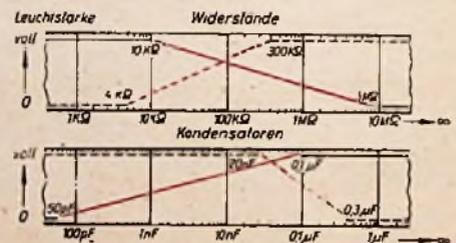

Abb. 3
3. Prüfung auf Kurzschluß bei Widerständen. Die Glühlampe wird durch Einschalten des Schalters S zum Leuchten gebracht, die Prüfspitzen werden bei 1—2 oder 1—3 angeschlossen. Die Lampe liegt parallel zu  $R_1$ , erhält also ca. 100 Volt. Außerdem wird der zu prüfende Widerstand in Reihe mit  $R_2$ , auch noch parallel zu  $R_1$ , geschaltet. Bei Kurzschluß liegt  $R_2$  allein parallel.  $R_2$  ist nun so bemessen, daß das Verhältnis von  $R_2 : R_1$  so weit verschoben wird, daß die Spannung an der Lampe unter die Löschspannung sinkt. Vor der Inbetriebnahme überzeuge man sich, daß die Lampe auch wirklich erlischt, indem man die Prüfspitzen bei 1 und 2 (oder 3) ansteckt und kurzschließt. Sollte die Lampe nicht verlöschen (in erster Linie abhängig von der Toleranz der Widerstände), so ist  $R_2$  um einige kOhm zu erniedrigen. Die Lampe soll aber auch nicht zu zeitig verlöschen ( $R_2$  probieren!). Bei dem Versuchsgerät konnten Widerstände herunter bis 4 kOhm geprüft werden. In Abb. 3 ist die Leuchtstärkenänderung bei der Kurzschlußprüfung gestrichelt gezeichnet, die ausgezogene Gerade ergab sich für Durchgangsprüfungen. Das Glühlicht wurde ab 300 kOhm immer schwächer, um bei 4 kOhm ganz zu verlöschen. In Zweifelsfällen ist sowohl die